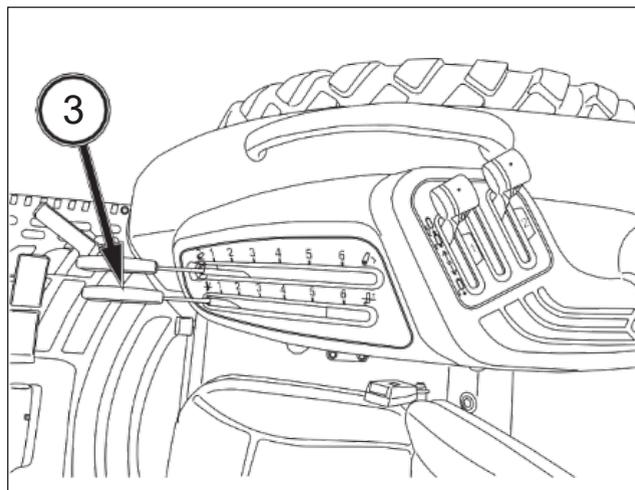

FIG. 66
FIG. 66: Palanca de control del esfuerzo (opcional). La palanca de control del esfuerzo (3) ajusta la altura del enganche para proporcionar un esfuerzo constante del equipamiento en el suelo (arado, subsolador, etc.). Gire la palanca de control del esfuerzo hacia delante para aumentar la profundidad de laboreo. Gire la palanca de control del esfuerzo hacia detrás para disminuir la profundidad de laboreo. Cuando la naturaleza del suelo cambie, el sistema levanta o baja el accesorio para mantener una carga constante del tractor.